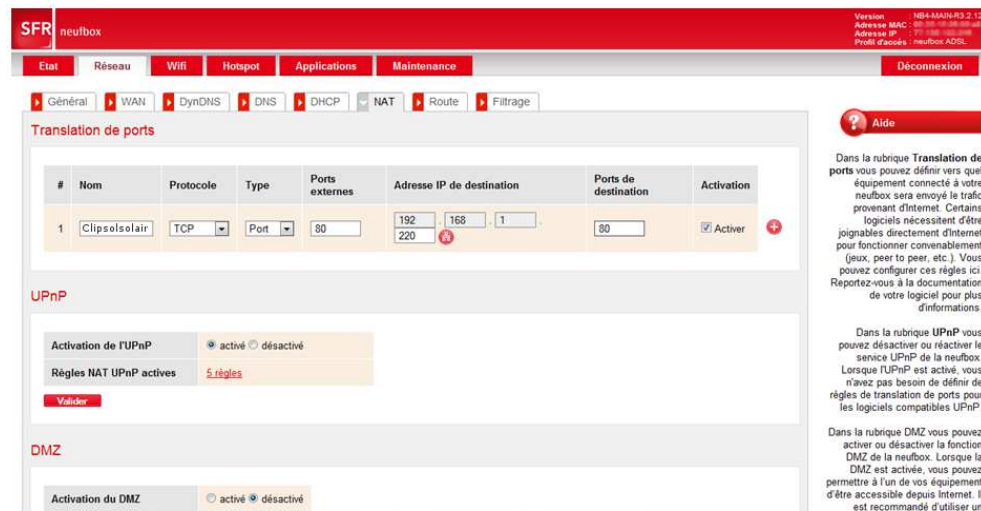

Figure 21
- Pour ajouter cette règle, il suffit de cliquer sur le  en fin de ligne. Votre écran devrait ressembler à la Figure 21